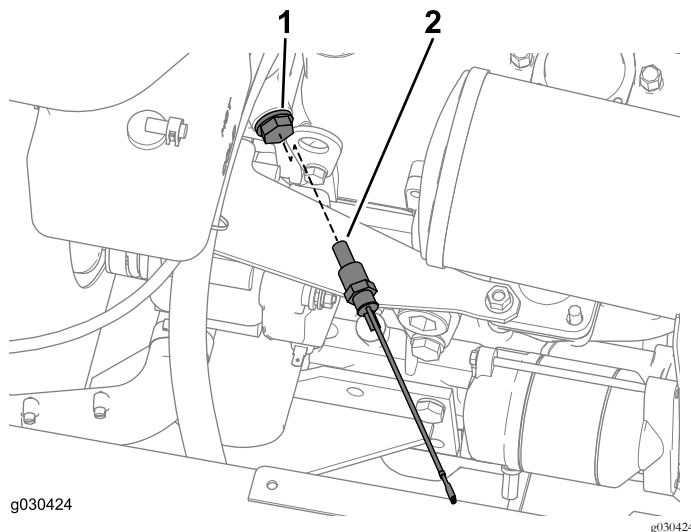

Bild 45
- Ermitteln und entfernen Sie die Motorschraube, siehe Bild 45.